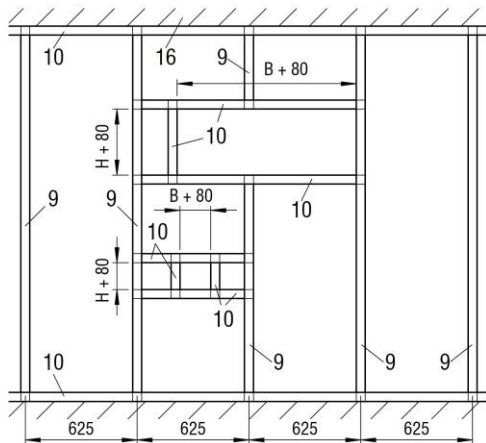

Abbildung 33: Metallständerwerk mit erforderlichen Auswechslungen für Trockenbau (F30/F60)
- Metallständerwerk und Wand gemäß den Angaben des Wandherstellers herstellen und Auswechslungen entsprechend der Abbildung 33 vorsehen.